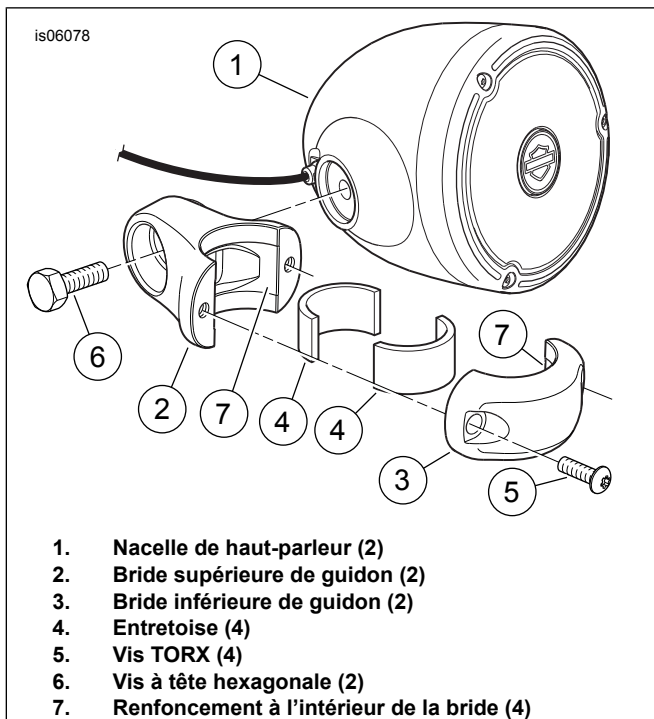

Figure 3. Installation des haut-parleurs montés sur le guidon
1. Voir Figure 3. Prendre les éléments suivants du kit :
- ensemble de nacelle de haut-parleur (1)
- deux brides supérieures de guidon (2)
- deux brides inférieures de guidon (3)
- quatre entretoises (4)
- quatre vis TORX 1/4-20 x 19 mm (0.75 in) de long (5)
- deux vis à tête hexagonale 3/8-16 x 19 mm (0.75 in) de long (6)